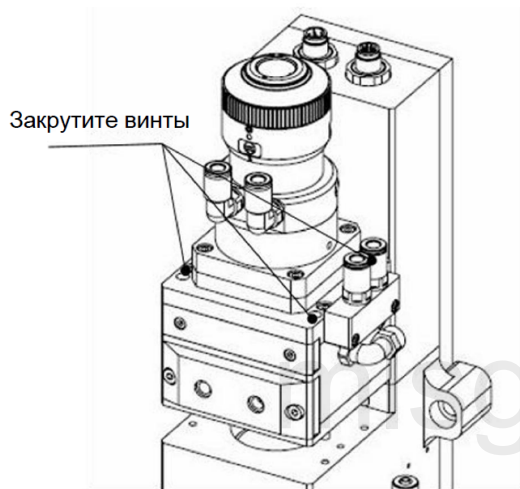

Рисунок 6.5 - Демонтаж компонентов коллиматора
- С помощью ключа с внутренним шестигранником на 3 мм открутите стопорные винты коллиматора (как показано на рис. 6.5). Изолируйте посадочное место коллиматора клейкой лентой во избежание попадания пыли.